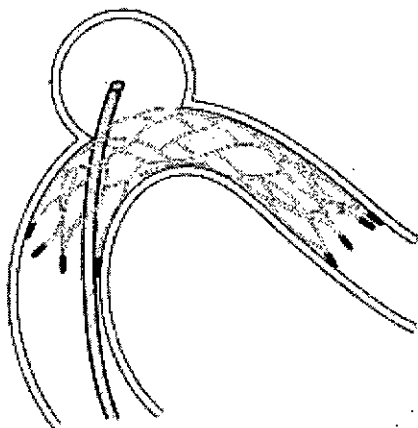

Figura 3: Catéter de infusión posicionado en el aneurisma a través de las celdas del dispositivo de reconstrucción vascular.
21. Usar la guía y el catéter de infusión para obtener acceso al aneurisma a través de las celdas del stent (figura 3).